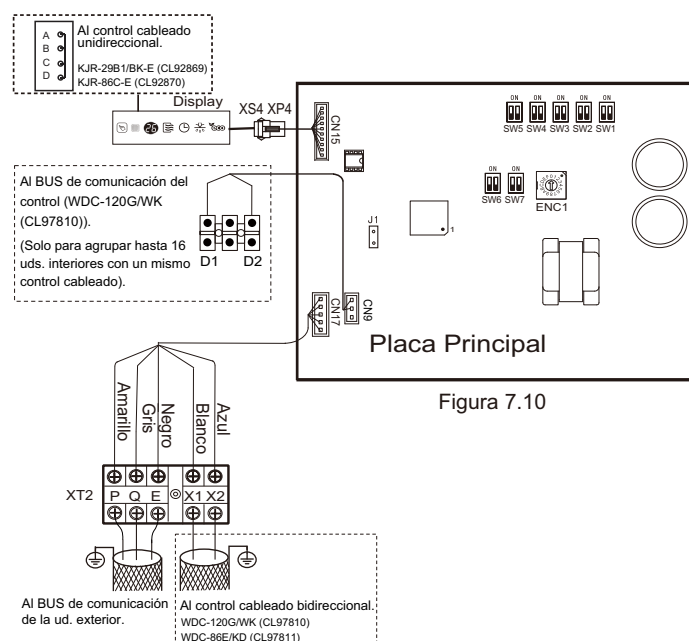

Figura 7.10
- Los puertos X1, X2, D1, D2 en la placa control principal y el puerto de comunicación unidireccional (en el display receptor) son para diferentes tipos de control con cable (vea la Figura 7.10).